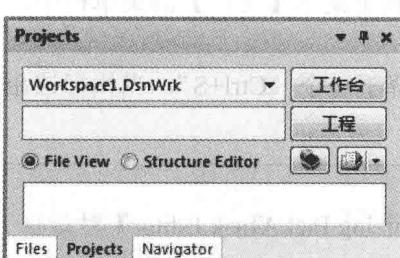

图 1-25 新建工作区
- (1) 执行【文件】/【New】/【设计工作区】命令，即可新建一个设计工作区，默认名为“Workspace1.DsnWrk”，显示在【Projects】面板上，如图 1-25 所示。
- (2) 单击 **工作台** 按钮，执行菜单命令【保存设计工
说明 创建一个新的工程或一个新的设计文件时，系统会自动将该工程或文件放在当前正在使用的工作区内。若当前所有的设计工作区都处于关闭状态，则系统会创建一个默认名为“Workspace1. DsnWrk”的设计工作区供用户使用，作为新项目或新设计文件的运行平台，如图 1-25 所示。对于该工作区，用户可以保存为自己的工作区，也可以不保存。